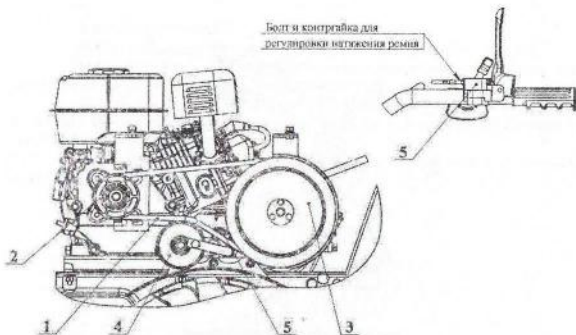

Рисунок 3 – Сцепление мотоблока
3.4 Сцепление (рисунок 3).
4.4 Нажав на ручку сцепления проверьте натяжение ремня, шкив работающего двигателя должен передавать вращение на шкив редуктора без проскальзывания ремня. При свободном положении ручки шкив работающего двигателя не должен передавать вращение через ремень на шкив редуктора. При необходимости произведите регулировку натяжения ремня с помощью болта и контргайки (рисунок 3) или перемещением двигателя в пазах плиты под ним.